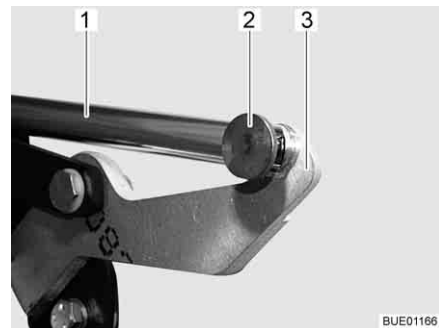

Fig. 117 Accionamiento
- Desmontar la unión (p. ej. perno y pasador elástico) (Fig. 117,2) entre la biela (Fig. 117,1) y la palanca (Fig. 117,3).